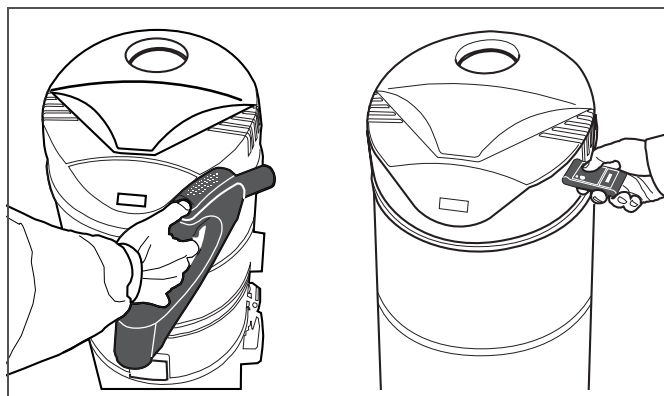

Fig. 6-2 Memorarea emițătorului
1. Orientați mânerul furtunului de aspirare, respectiv emițătorul portabil spre unitatea de aspirare centrală (vezi fig. 6-2).
1. Orientați mânerul furtunului de aspirare, respectiv emițătorul portabil spre unitatea de aspirare centrală (vezi fig. 6-2, pag. 33).